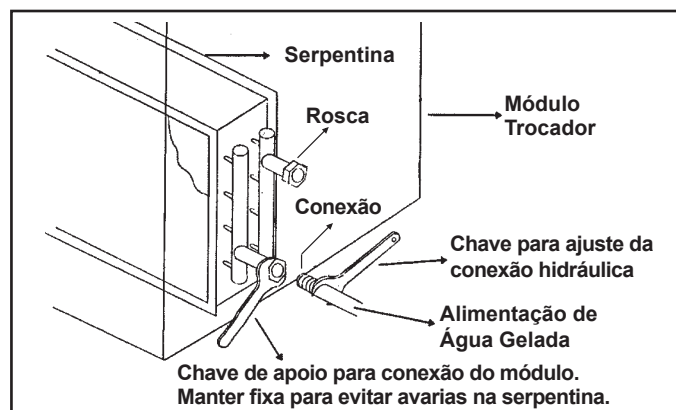

Figura 12 - Ajuste das conexões
- \* É necessário que o ajuste da rosca seja executado usando-se duas chaves tipo grifo, de maneira a evitar a destruição das conexões das serpentinas, sendo que uma chave faz o ajuste e a outra segura a conexão, apoiando-a no sentido contrário ao do esforço executado para ajustar a rosca, veja o exemplo na Figura 12.